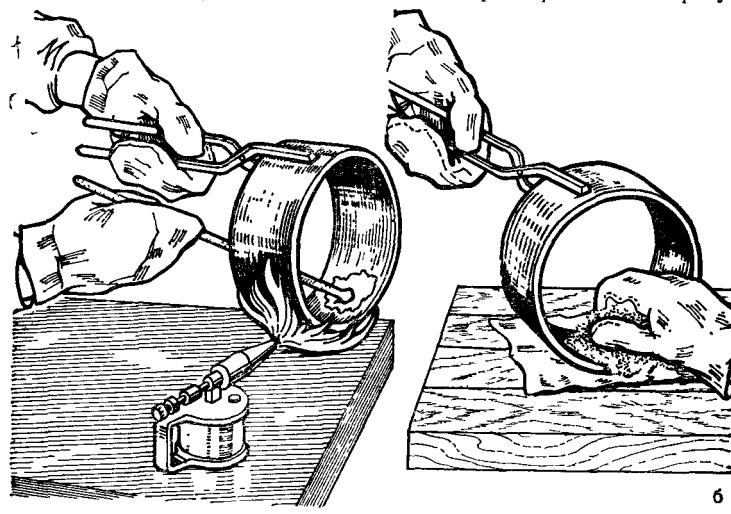

Рис. 114. Лужение растиранием.
*Лужение растиранием* (рис. 114). До начала лужения приготавливают комок пакли величиной с яблоко и обсыпают его порошкообразным нашатырем. На очищенную и обезжиренную поверхность волосяной щеткой или паклей наносят хлористый цинк. Затем поверхность равномерно нагревают до температуры плавления полуды, пруток которой легко прижимают к поверхности (рис. 114, а). Когда полуда расплывается, берут в руки (работать надо в рукавицах) паклю с нашатырем и растирают ею нагретую
поверхность так, чтобы полуда распределилась на ней тонким ровным слоем (рис. 114, г). Таким же способом лудят оставшиеся незалуженными другие части поверхности.